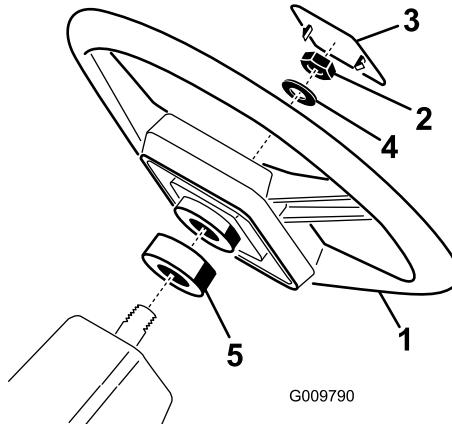

Bild 6
- Nehmen Sie die Sicherungsmutter von der Lenkwelle ab. Schieben Sie die Schaumabdichtung, das Lenkrad und die Scheibe auf die Lenkwelle (Bild 6).